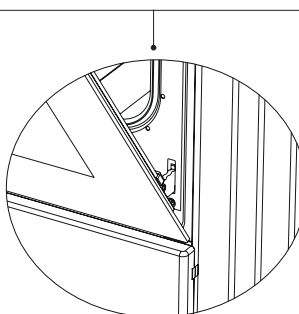

Figure 21.1
3. Fermez ensuite la porte du four de manière à ce qu'elle repose sur le loquet de la charnière, comme le montre la Figure 21.1.